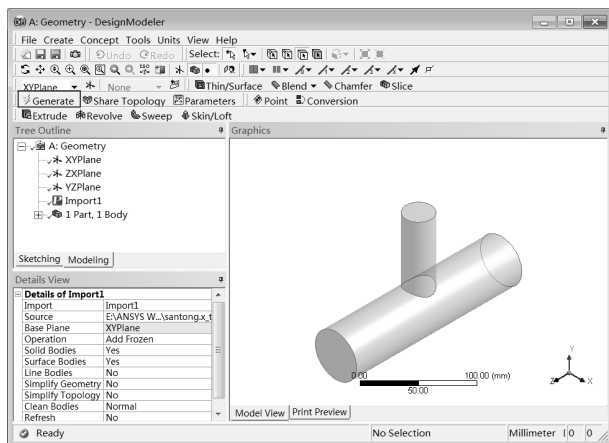

图 17-7 生成几何图形
Step4: 如图 17-7 所示, 单击工具栏中的 Generate 按钮生成几何图形。